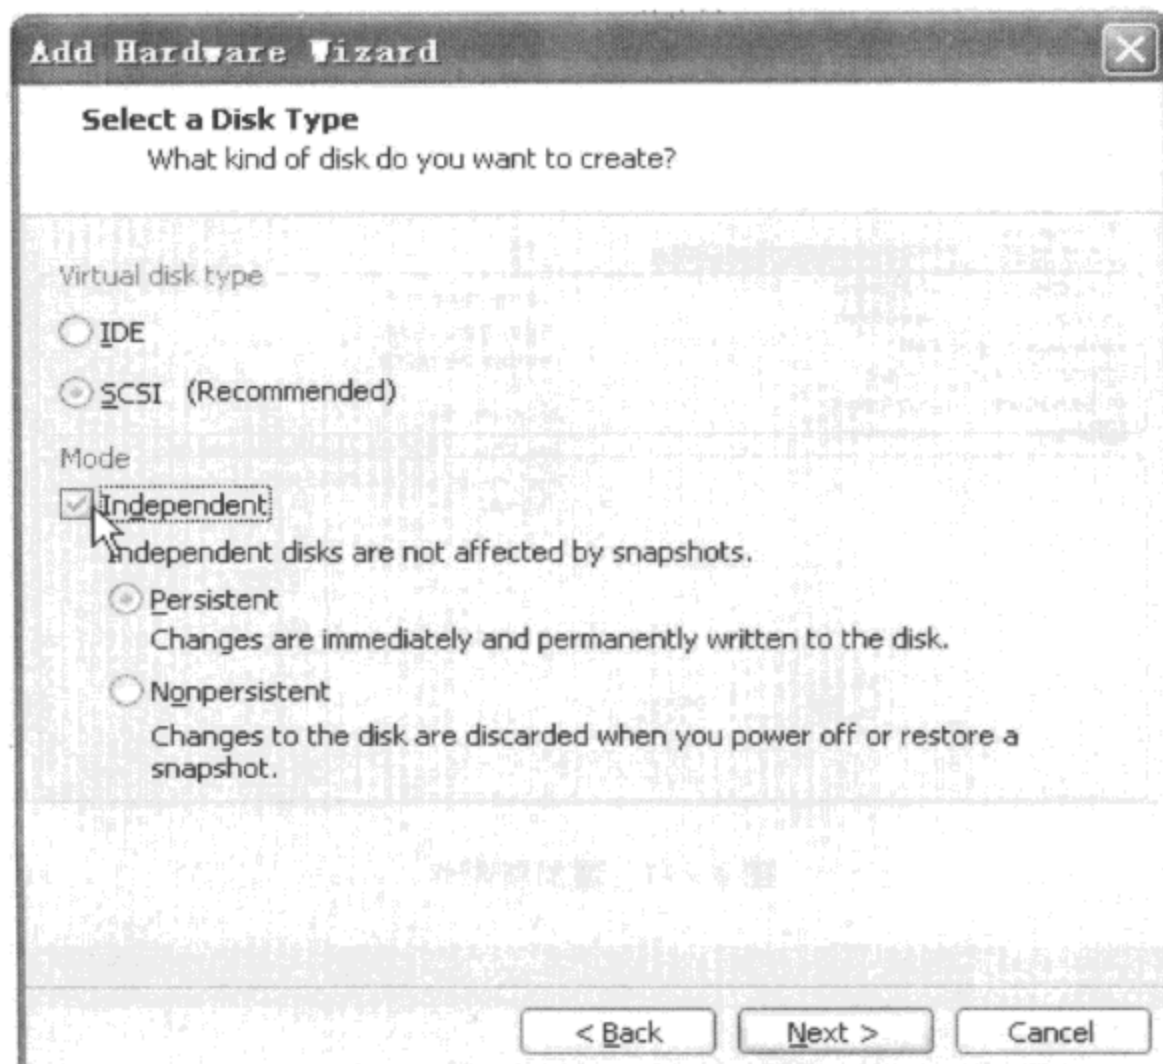

图 4-19 设置硬盘不受 snapshot 影响
⑤ 图 4-19 设置新增的硬盘不受 snapshot 影响,即该硬盘上修改的内容不会被一键恢复。